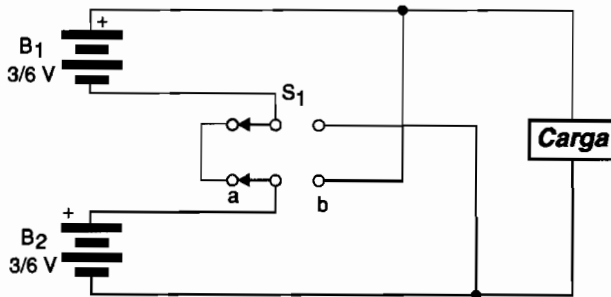

Figura 35.1
No diagrama ilustrado na **figura 35.1** temos o modo segundo o qual uma chave reversível de 2 pólos x 2 posições (HH) pode ser usada para comutar o modo de alimentação de uma carga. Na posição A, a fonte de alimentação está em série e as tensões se somam. Na posição B, a fonte está em paralelo e temos maior capacidade de corrente. A chave S_1 pode ser os contatos de um relé, sendo que o circuito se presta a aplicações em Robótica e Mecatrônica. As tensões de alimentação dependem da carga e podem ser diferentes das indicadas no diagrama. Os contatos da chave devem ser capazes de trabalhar com as correntes exigidas pela carga controlada.